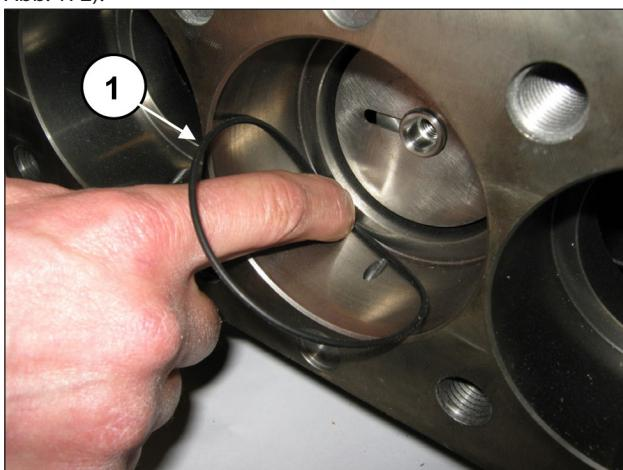

Abb. 172
Nehmen Sie den O-Ring am Boden des Dichtungshalters ab, sollte er im Pumpengehäuse verblieben sein (Pos. ①, Abb. 172).